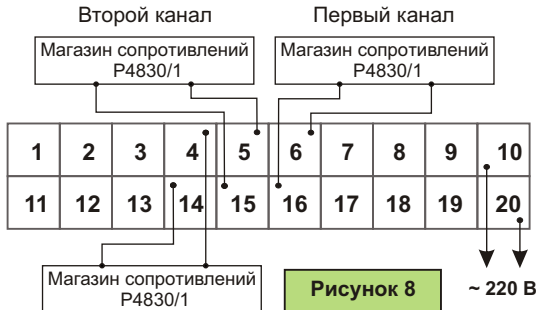

Рисунок 8
- 1) Для определения погрешности измерения прибора на магазине сопротивлений, подключенном к клеммам 4, 14 (рис. 8 и 9), установить значение 50,00 Ом, что соответствует сопротивлению датчика компенсации холодного сая при 0 °С.